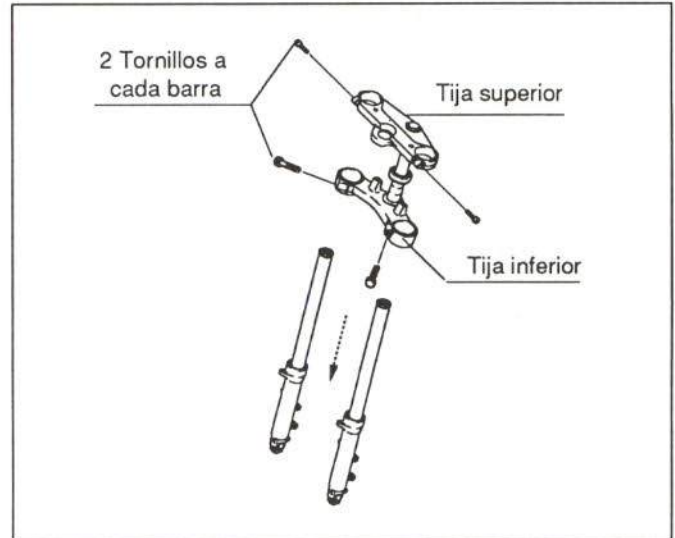

Figura 26.- Unión del conjunto botella-barra
Fijado como muestra la figura 26.
- Conjunto barras-botellas-rueda delantera (figura 26)